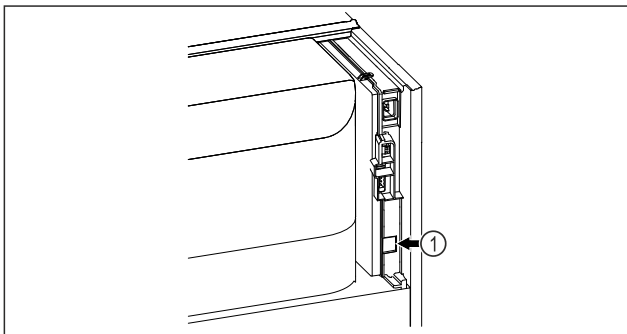

Fig. 129
- Използва се SmartModule Fig. 129 (1).